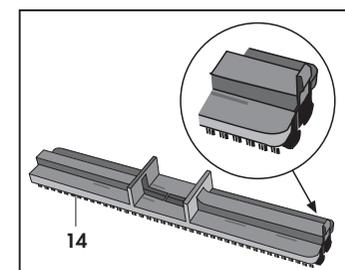

Fig. 15
- Il telaio setolato, (14) dotato di inserti rigidi per moquette e tappeti. (Fig. 15)